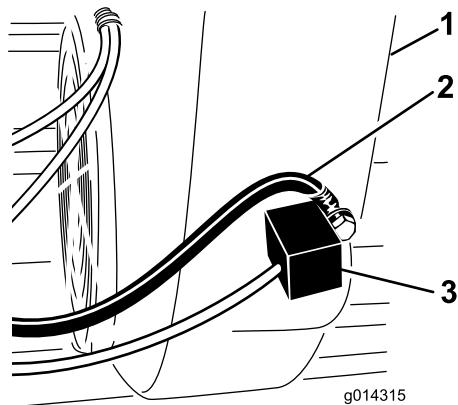

Figura 5
- Individuate il modulo di accensione motore sulla parte inferiore della copertura del motore (Figura 5).